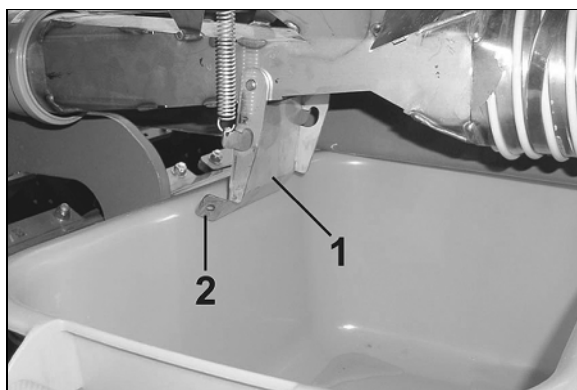

Fig. 123
- Hvis en doseringslæbe (Fig. 123/1) er defekt eller forkert indstillet, medfører det doseringsfejl.
Indstil doseringslæben, så den ligger let mod doseringsvalsen (Fig. 123/2).